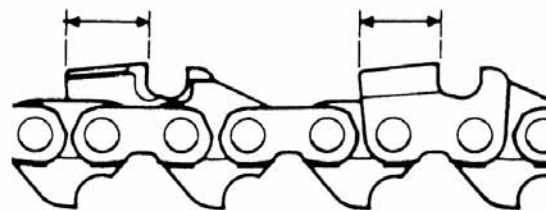

Fig. 4-6
- 5) Hold alle saglenkene på samme lengde. (Fig. 4-6)